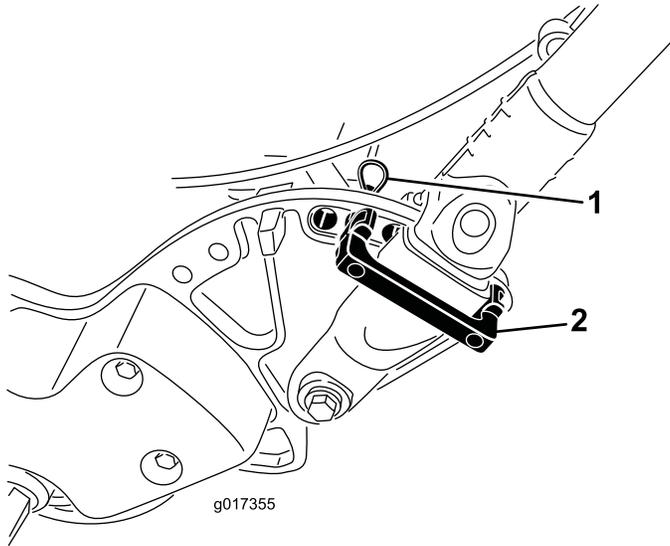

Figura 28
1. Retire os contrapinos de gancho dos fixadores do manípulo em cada lado do cortador (Figura 28).
2. Enquanto segurar no manípulo, retire os contrapinos de gancho de cada lado e rode o manípulo até o colocar na posição desejada para a sua utilização (Figura 28).